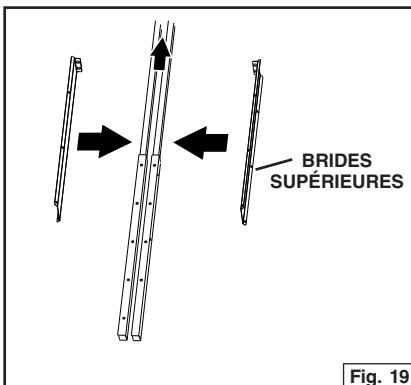
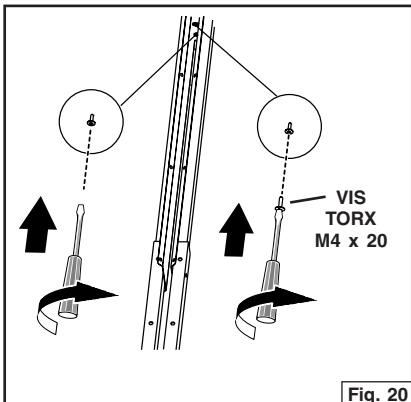

Fig. 19
Fig. 20
1. Fixez les brides supérieures au bras télescopique à l'aide de (2) vis Torx à tête large M4 x 20. Fig. 19 et Fig. 20. Enlevez la pellicule protectrice.